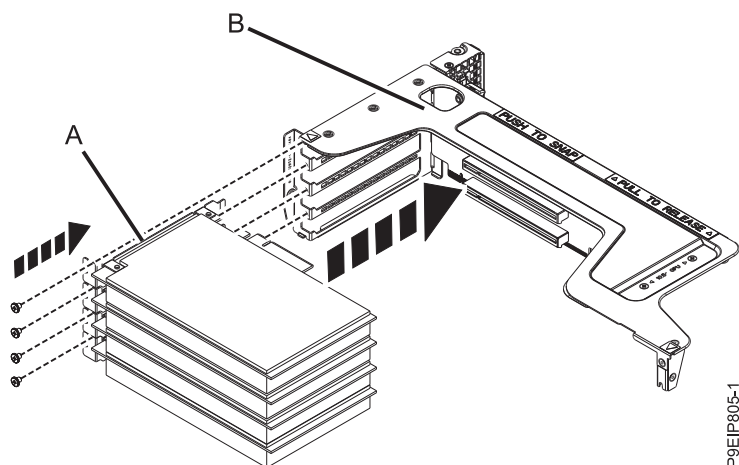

Figura 59. Inserindo um adaptador PCIe no riser
- b. Conecte o adaptador (A) ao slot adequado no riser do adaptador PCIe (B) conforme mostrado na Figura 59.